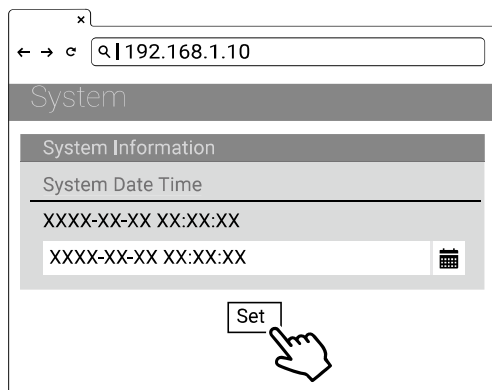

Figura 4-14. Impostazione di data/ora
- 5) Selezionare SET e attendere che venga visualizzata la finestra di completamento. Vedere la seguente figura 4-14.